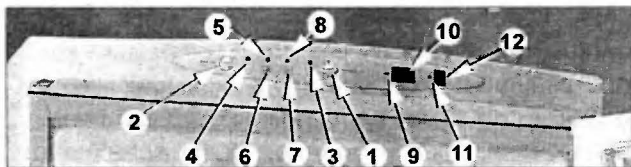

Рис. 3.3
СУ HZOS 3316/6 имеет следующие органы управления и индикации (рис. 3.3):
После включения аппарата в сеть индикаторы температуры 10, 12 (рис. 3.3) загораются и показывают текущую температуру в своих камерах. Поворотом ручек регулировки температуры 1, 2 по часовой стрелке включают соответствующие компрессоры и выбирают требуемую температуру в своих секциях. В положениях ручек «0» компрессоры выключены и соответствующие индикаторы 3, 4 нормальной работы не светятся.
Нажатие кнопки 6 «экспресс-заморозка» сопровождается загоранием индикатора 5 (рис. 3.3). Компрессор морозильника начинает работать в непрерывном режиме по достижении в камере температуры –33 °С, затем он выключится. Как только температура в морозильнике поднимется до –32 °С, компрессор включится вновь и так по циклу. Режим «экспресс-заморозка» выключается повторным нажатием кнопки 6. Если этот режим не будет отключен вручную, то это произойдет автоматически через 60 часов.
- зуммер издает непрерывный звуковой сигнал, если дверь холодильной камеры остается неплотно закрытой или вовсе открытой более 1 минуты. Сигнал отключается при закрытии двери или при нажатии кнопки 7 (рис. 3.3);
Сенсоры представляют собой термисторы, которые теряют свои свойства при попадании на них влаги, поэтому обращаться с ними нужно очень осторожно, чтобы не повредить их изоляцию. Соединители сенсоров выполнены таким образом, что их невозможно перепутать или неправильно подключить. В случае обрыва сенсоров дисплея EP4 на нем высветятся «прочерки», соответствующие тому или иному сенсору: «—» — холодильной камеры, «-» — морозильной камеры (не путать с режимами индикации крайних значений температур в камерах — см. выше). Если какой-либо температурный сенсор, подключенный к контроллеру, поврежден (короткое замыкание или обрыв), СУ останавливает соответствующий компрессор и начинает мигать индикатор 3 или 4 (рис. 3.3).
Кроме того, дисплей 10 (см. рис. 3.3) индикации температуры в морозильной камере может отображать коды возникших ошибок, которые показаны в табл. 3.3.
Следует отметить, что один из этих кодов мигает на дисплее, чередуясь с индикацией температуры в морозильной камере. Если ручка регулировки температуры (2 на рис. 3.3) в морозильной камере установлена в положение «0», то на дисплее код ошибки будет отображаться постоянно. В случае возникновения приведенных выше ошибок необходимо отключить холодильник от сети, а затем спустя некоторое время включить его вновь. Если ошибки больше не появля-
Для проверки запуска компрессоров холодильника контроллер E72 имеет специальную функцию. Ее запускают следующим образом: отключают холодильник от сети, нажимают и удерживают одновременно кнопки 6 и 7 (см. рис. 3.3), затем подключают холодильник к сети. После этого через 1 с включается компрессор морозильника, а вслед за ним (через 2...3 с) — холодильника. Чтобы перевести холодильник в нормальный режим работы, выключают его из сети и включают вновь.
Сервисный тест запускается следующим образом: отключают холодильник от сети, нажимают и удерживают кнопку 6 (см. рис. 3.3), затем подключают холодильник к сети. Переключение этапов тестирования происходит нажатием этой же кнопки с интервалом не более 1 мин. Программа выполняет тест в последовательности, показанной в табл. 3.4.
4	Включение режима «экспресс-заморозка» и индикатора 5 (см. рис. 3.3)
5	Включение звуковой сигнализации (зуммера) и индикатора 8 «ошибка» (рис. 3.3)